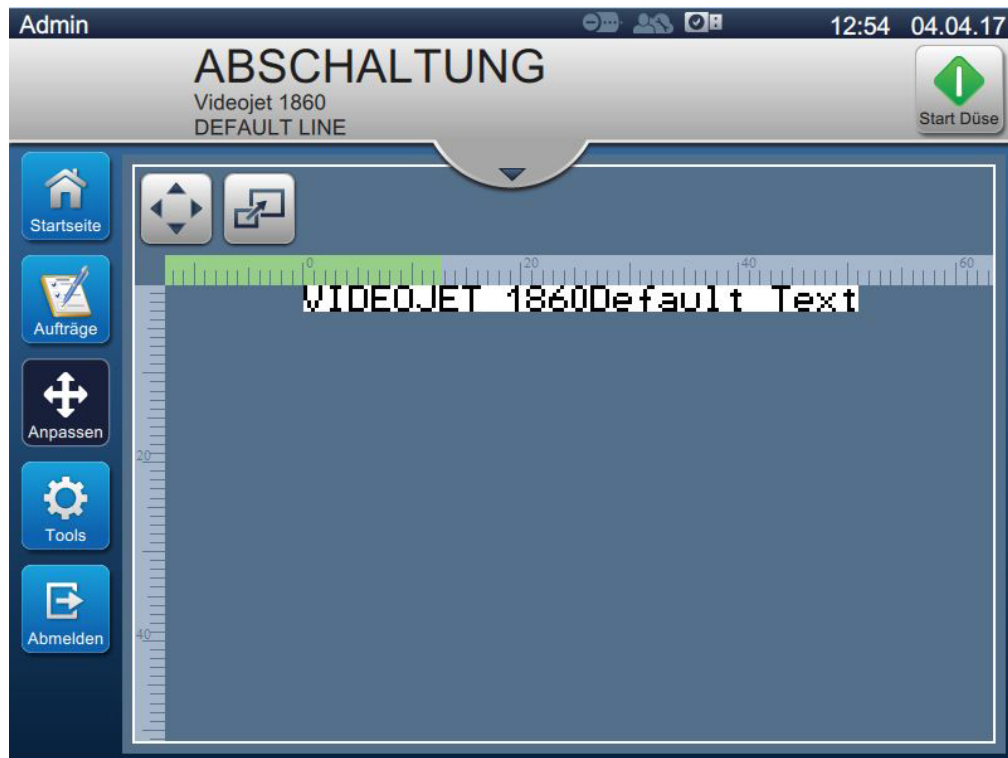

Abbildung 4-8: Anpassungsfenster
1. Berühren Sie die  Schaltfläche auf dem Startbildschirm. Der Bildschirm erscheint wie dargestellt in Abbildung 4-8.